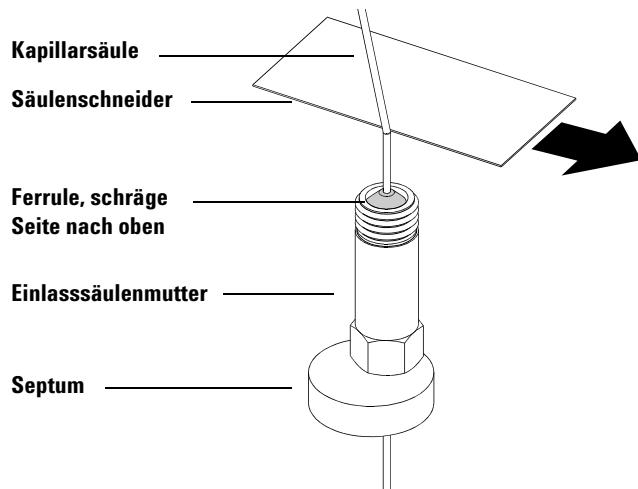

Abb. 7 Vorbereiten einer Kapillarsäule für die Installation
- 1 Schieben Sie Septum, Säulenmutter und konditionierte Ferrule auf das freie Ende der Säule (Abb. 7). Das abgeschrägte Ende der Ferrule muss von der Säulenmutter weg zeigen.